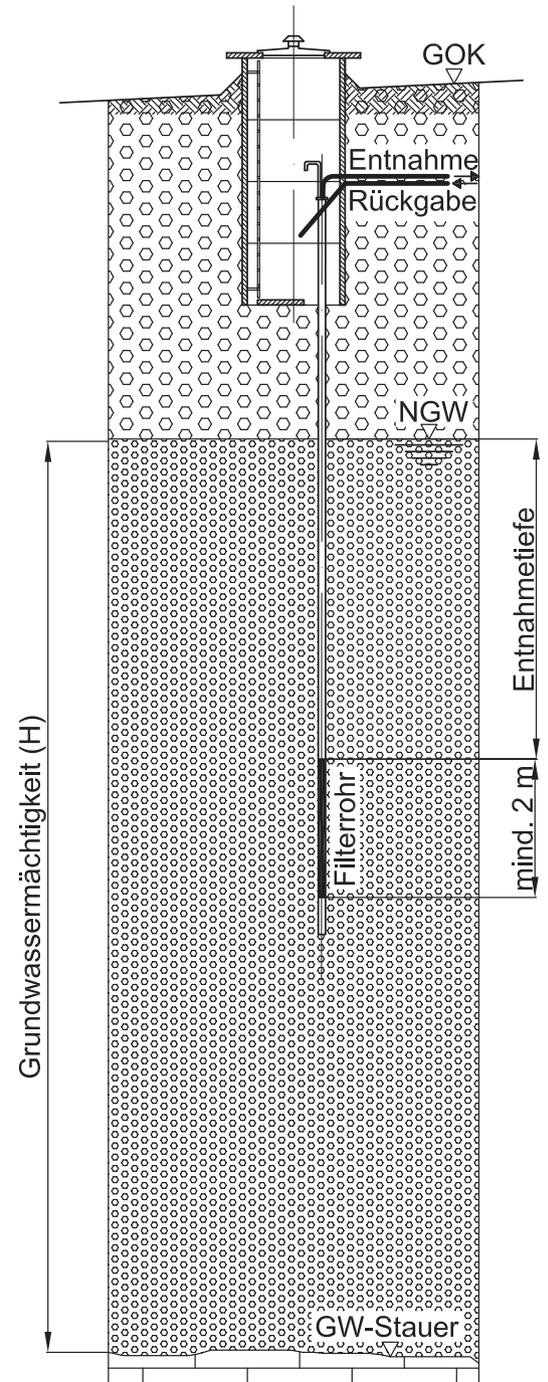

Abb. 1: Definition Entnahmetiefe
Faustregel: Mindestentnahmetiefe 10 m (Wasserspiegel bis Filterrohroberkante Abb. 1)
- Bei 10 m Entnahmetiefe (siehe Abbildung 1) ist erst ab einem Wert von $k_f \times l$ (Durchlässigkeit mal Gefälle) von kleiner 7×10^{-6} m/s eine genauere Prüfung erforderlich. Mit 2 m Filterrohr summiert sich die Gesamttiefe auf 12 m.
Beim Einbrunnensystem wird das Grundwasser in einem Bauwerk entnommen und versickert (Abb.1).